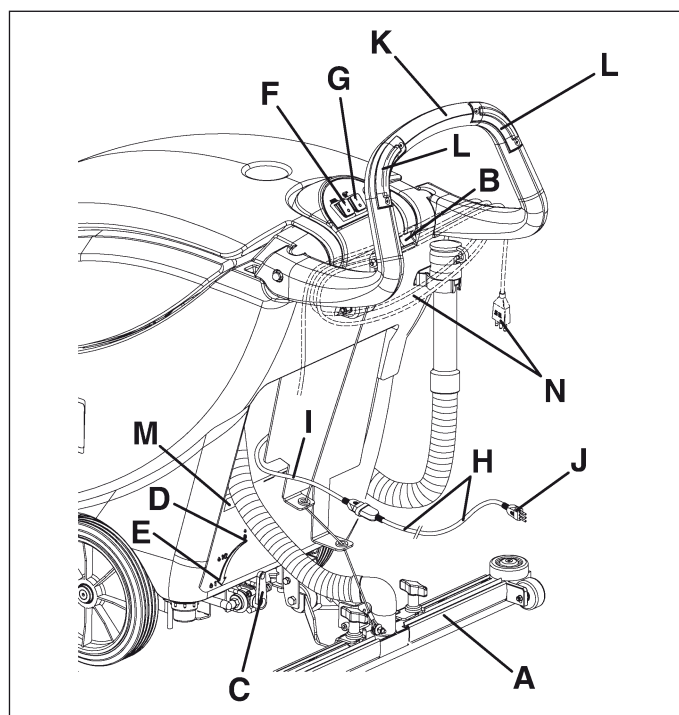

Figure 8
Brancher la rallonge (H, Fig. 8) livrée avec la machine au câble d'alimentation (I). Brancher la fiche (J) de la rallonge au réseau électrique.
*Avant de brancher la machine au réseau électrique, s'assurer que la fréquence et la tension indiquées sur la plaque avec numéro de série et données techniques (M, Fig. 8) coïncident avec la tension de réseau.*
3. Baisser l'embouchure (A, Fig. 8) en tournant le levier (B) vers le bas.
4. Positionner le levier de réglage du flux de solution (C, Fig. 8) dans une des positions suivantes, selon le type de nettoyage à effectuer :
- **Système ECO** : en positionnant le levier (C, Fig. 8) sur ECO (D), la machine travaille en condition d'emploi programmé de l'eau (économie) ; en effet, puisque le flux est prédéterminé et constant, la machine peut travailler avec une autonomie de lavage de 70-80 minutes [0,08 gallons/min (0,3 litres/min)].
- **Système variable** : en tournant le levier à gauche dans la position relative au flux variable (E, Fig 8), il est possible d'augmenter le flux jusqu'à un débit maximum de 0,26 gallons/min (1 litre/min).
5. Positionner les interrupteurs (F et G, Fig. 8) sur "I".
6. Tout en gardant les mains sur le guidon (K, Fig. 8) démarrer la machine en appuyant sur l'un ou les deux boutons-poussoirs de validation (L).
7. Relâcher les boutons-poussoirs (L, Fig. 8).
8. Positionner les interrupteurs (F et G, Fig. 8) sur "0".
9. Débrancher la fiche (J) du câble d'alimentation du réseau électrique. Si besoin est, enrouler le câble d'alimentation (H, Fig. 8) autour du guidon en position (N).
10. Baisser l'embouchure en tournant le levier (B, Fig. 8) vers le haut, jusqu'à fin de course.